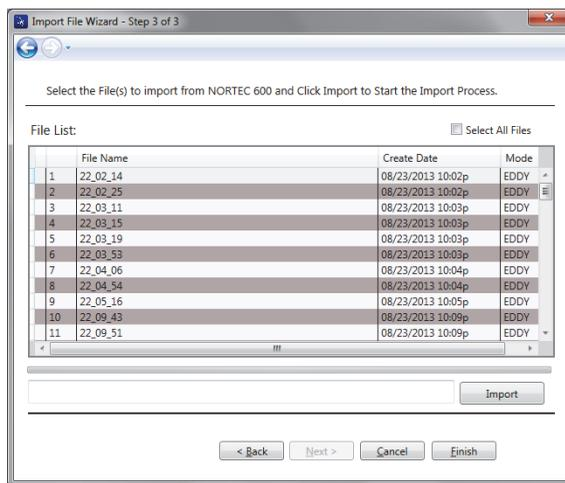
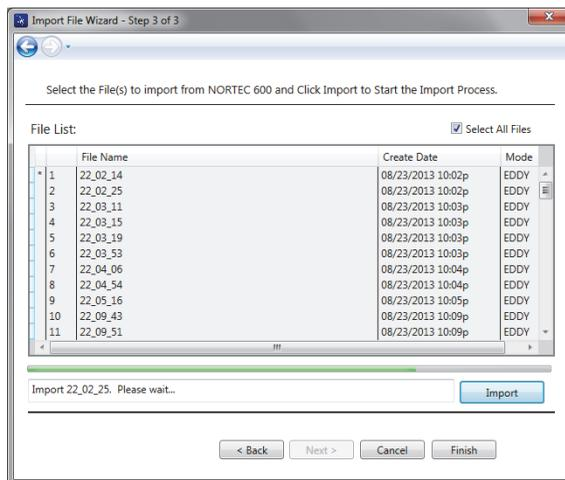

Рис. 6-3 Мастер импорта файлов — Выбор файлов
Рис. 6-4 Мастер импорта файлов — Начало передачи файлов
3. Выберите файлы для импорта (или установите флажок **Select all files**, чтобы импортировать все файлы), затем щелкните **Import** (см. Рис. 6-3 на стр. 319). Ход выполнения импорта отображается в строке состояния (см. Рис. 6-4 на стр. 319).